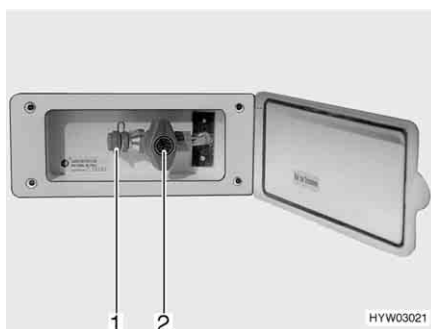

Fig. 84 Presa gas esterna (rubinetto di arresto del gas chiuso)
La presa gas esterna (Fig. 84) si trova, a seconda del modello, nella parte posteriore o sul lato destro o sinistro del veicolo.
- Collegare l'apparecchio a gas esterno all'attacco (Fig. 84,1).
- Aprire il rubinetto di arresto del gas (Fig. 84,2).